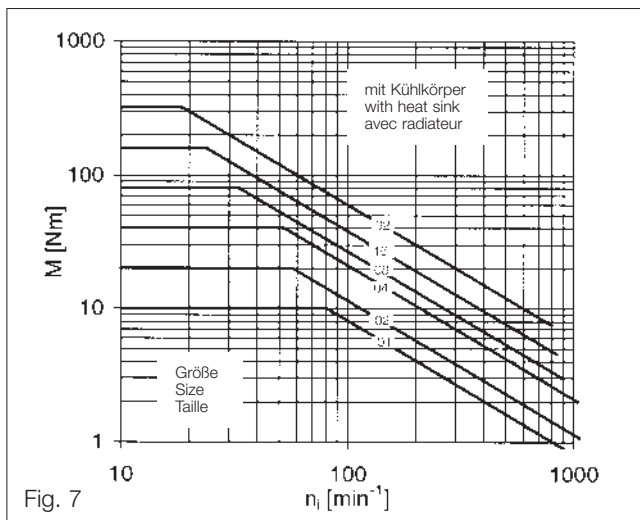

Fig. 7
$$n_{\max} \leq n_{\text{zul}} \quad - 14.502.01 \dots (04) \cong 3000 \text{ min}^{-1} / 14.512.01 \dots (32) \cong \text{Fig. 7 + 8}$$
$$(M_{\text{zul}} \triangleq \text{Fig. 7 + 8})$$
Die Diagramme Fig. 7 + 8 zeigen die für Magnetpulver-Bremsen max. zul. Bremsmomente in Abhängigkeit von der Drehzahl  $n_i$  des Sekundärbauteils.
The diagrams figs. 7 + 8 show the maximum permissible torques for magnetic particle brakes, depending on the secondary rotor speed  $n_i$ .